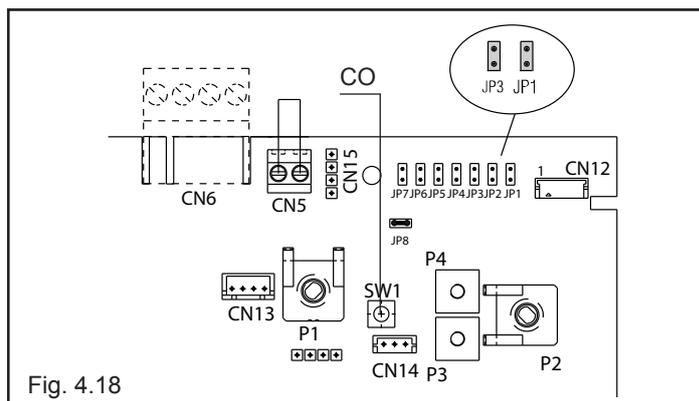

Fig. 4.18
- inserire i jumper JP1 e JP3 (Fig. 4.18)
- premere il pulsante "CO" (Fig. 4.18) e passare alla taratura del parametro successivo.
- Rimuovere il mantello, abbassare il cruscotto verso di sé e rimuovere il coperchietto ispezione parti elettriche per accedere al pulsante “CO” (Fig. 4.18).
- inserire i jumper JP1 (Fig. 4.18)